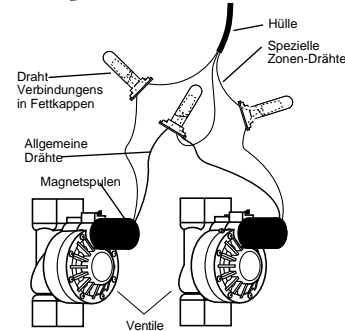

Abb. 25: Anschluß der Controllerkabel an den Ventilen
- Jedes Ventil ist mit zwei Kabeln ausgestattet. Das eine Kabel wird als gemeinsame Leitung verkabelt. Die gemeinsamen Leitungen für alle Ventile können zusammen an einem zum Controller führenden gemeinsamen Kabel angeschlossen werden. Das andere Ventilkabel wird an dem speziellen Stationskabel angeschlossen, das dieses Ventil steuert [siehe Abb. 25].